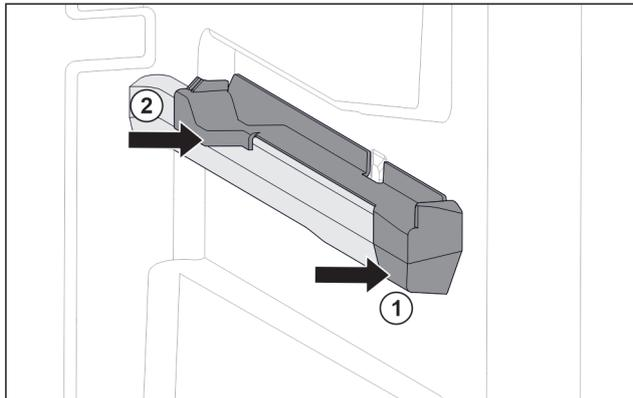

Fig. 63 Aufsteckteil auf der rechten Behälterrippe
- ▶ Aufsteckteil vorne an Behälterrippe ansetzen. Fig. 63 (1)
- ▶ Aufsteckteil hinten andrücken. Fig. 63 (2)